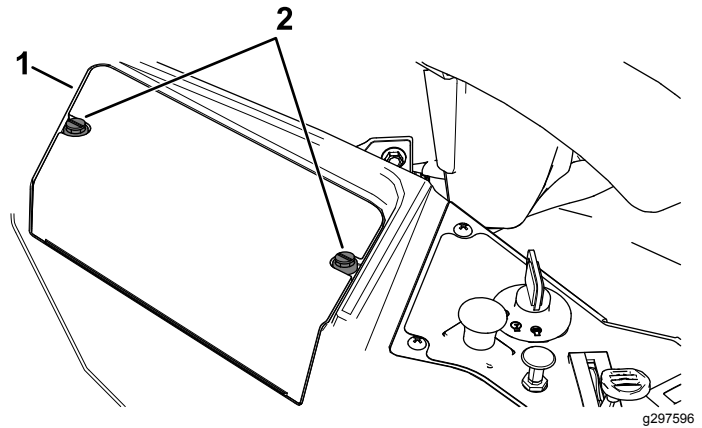

Figura 55
3. Afloje las 2 fijaciones en la tapa de la batería 1/4 de vuelta en sentido antihorario y retire la tapa de la batería (Figura 55).
6. Instale la tapa de la batería presionando hacia abajo y apretando las 2 fijaciones en sentido horario (Figura 55).